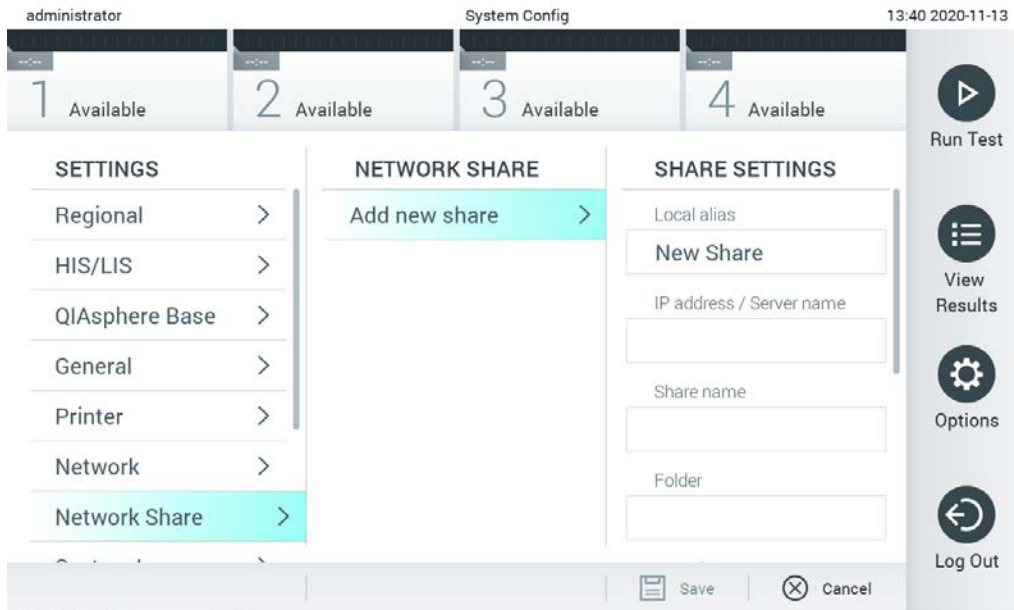

Рис. 75. Добавление сетевой папки.
- Нажмите кнопку **Add new share** (Добавить новую сетевую папку) (рис. 75).